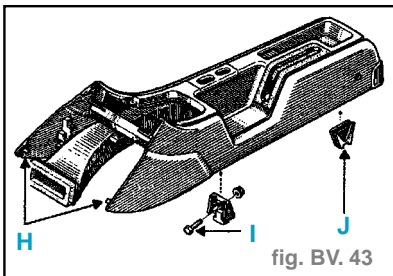

fig. BV. 43
- le pontet en écartant les bords (H) clipsés sur la console centrale, (fig. BV. 43)